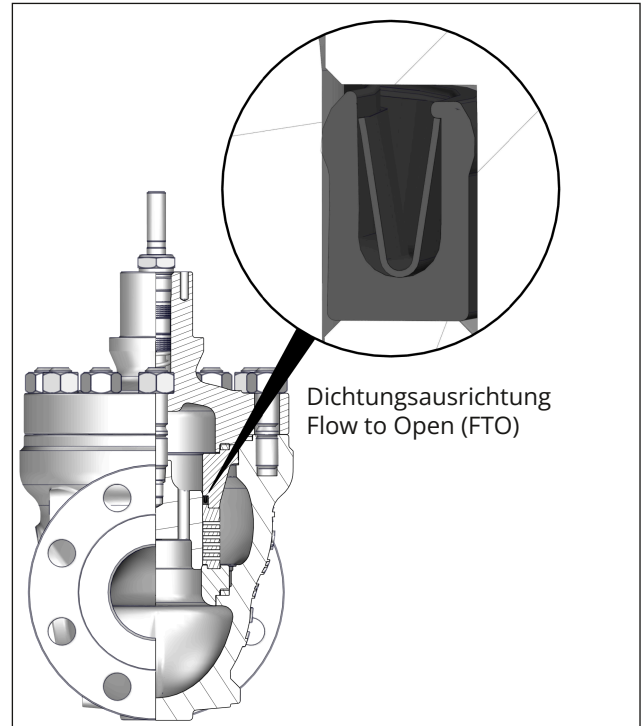

Bild 36: Ausrichtung der Dichtung (45) am Käfig bei Durchflussrichtung FTO (Flow to Open)
3. Neuen Spiraldichtring (127) im Sitzbrückenbereich im Gehäuse (1) einlegen.
4. Sitz (4) auf den Spiraldichtring (127) in das Gehäuse (1) einsetzen.
5. Käfig (424) in das Gehäuse (1) einführen und auf dem Sitz (4) positionieren. Dabei den Käfig (424) so im Ventilgehäuse ausrichten, dass das größte Fenster zum Ventilausgang zeigt.
6. Kolben (5) mit Kolbenstange (36) senkrecht durch den Käfig (424) in das Ventilgehäuse (1) einführen und auf dem Sitz (4) positionieren.
7. Neue Dichtung (45) am Zylinder (463) einsetzen. Dabei die korrekte Ausrichtung der Dichtung beachten, vgl. Bild 36.
8. Zylinder (463) mit Dichtung (45) über die Kolbenstange (36) auf den Käfig (424) aufsetzen.
9. Neuen Spiraldichtring (126) am Zylinder (463) einlegen.
10. Neuen Spiraldichtring (17) im Gehäuse (1) einlegen.